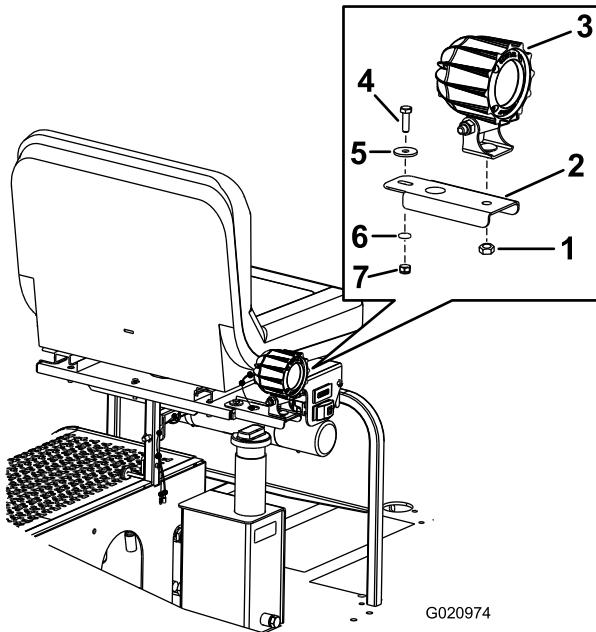

Bild 1
- Fluchten Sie die Lampenbefestigungshalterung mit den Löchern an der linken Seite des Sitzpfannenflansches aus (Bild 1).
- Fluchten Sie die Unterkante der LED-Lampe an der linken Seite mit dem Loch in der Lampenbefestigungshalterung aus (Bild 1).
- Setzen Sie die Unterkante der LED-Lampe an der linken Seite in das Loch ein und ziehen Sie die Sicherungsmutter (5/16") an, um die Befestigungshalterung zu befestigen, wie in Bild 1 abgebildet.
- Stecken Sie die Sechskantschraube (M6 x 20 mm) durch die Scheibe (1/4" x 7/8") , wie in Bild 1 abgebildet.
- Stecken Sie die Sechskantschraube (M6 x 20 mm) und die Scheibe (1/4" x 7/8") in die Lampenbefestigungshalterung, wie in Bild 1 abgebildet.
- Legen Sie die Scheibe (M6 x 20 mm) auf die Unterseite der Sechskantschraube (M6 x 20 mm) und ziehen sie mit der Sicherungsmutter (M6) an, wie in Bild 1 abgebildet.